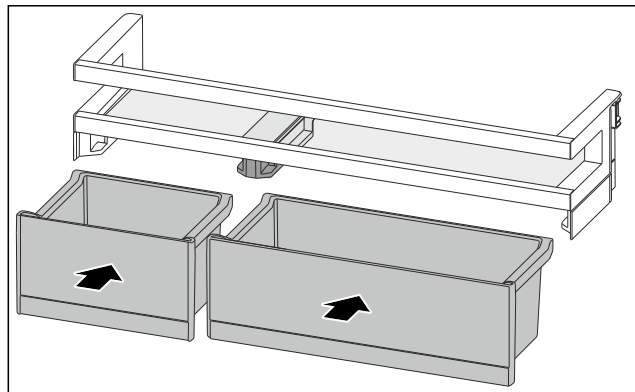

Fig. 89
- ▶ Helyezze be a VarioBoxokat a megcserélt sorrendben. (lásd Fig. 89)